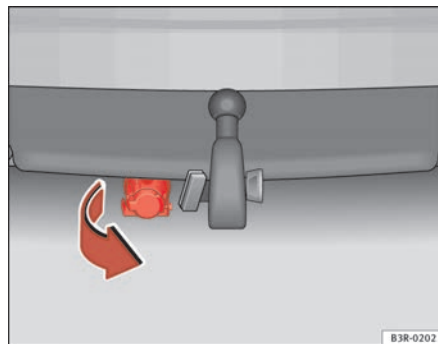

Fig. 163 Paraurti posteriore: Abbassare la presa di corrente del rimorchio
- Per poter collegare i cavi del rimorchio, abbassare la presa di corrente che si trova sotto il paraurti posteriore ⇒ fig. 163.